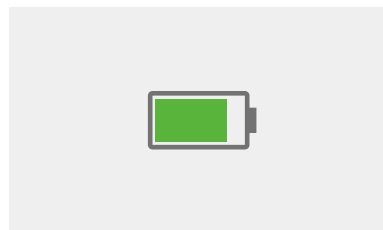

Рис. 13
- При зарядженні рівень заряду батареї буде відображатися на екрані (рис.13).